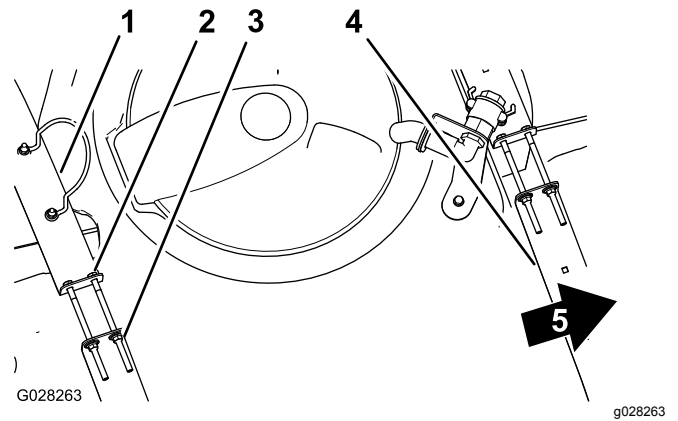

Bild 43
2. Prüfen Sie, ob Sie zwischen den Behälterriemen und dem Behälter eine Bewegung feststellen können (Bild 43).
3. Wenn die Behälterriemen lose am Behälter angebracht sind, ziehen Sie die Sicherungsbundmuttern und Schrauben oben an den Riemen an, bis sie mit der Behälteroberfläche bündig sind (Bild 43).